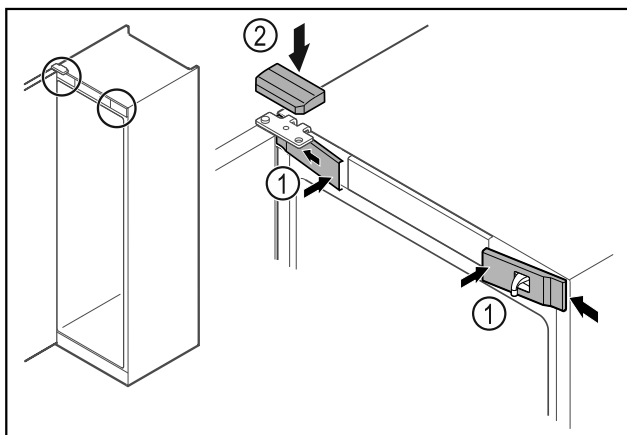

Fig. 38
- Accrocher les caches avant Fig. 38 (1) par les côtés et les enclencher.
- Insérer le cache supérieur Fig. 38 (2) par le haut.